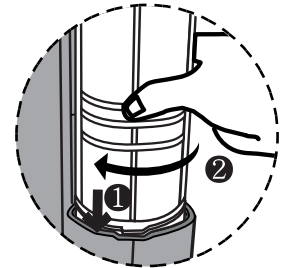

Fig. 3A
3. Install New Filters (Fig. 3A and 3B)